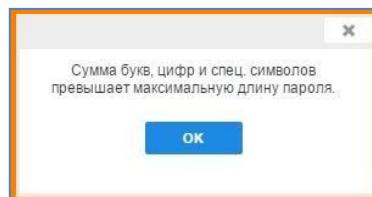

Рисунок 25 - Модальное окно ошибки сохранения настроек паролей
- 6) Если сумма всех требуемых заглавных букв, цифр и специальных символов (при попытке сохранения настроек) превысит максимально возможное количество символов пароля, появится модальное окно с ошибкой сохранения (см. Рисунок 25), нажать на кнопку «OK» и ввести правильные настройки паролей.